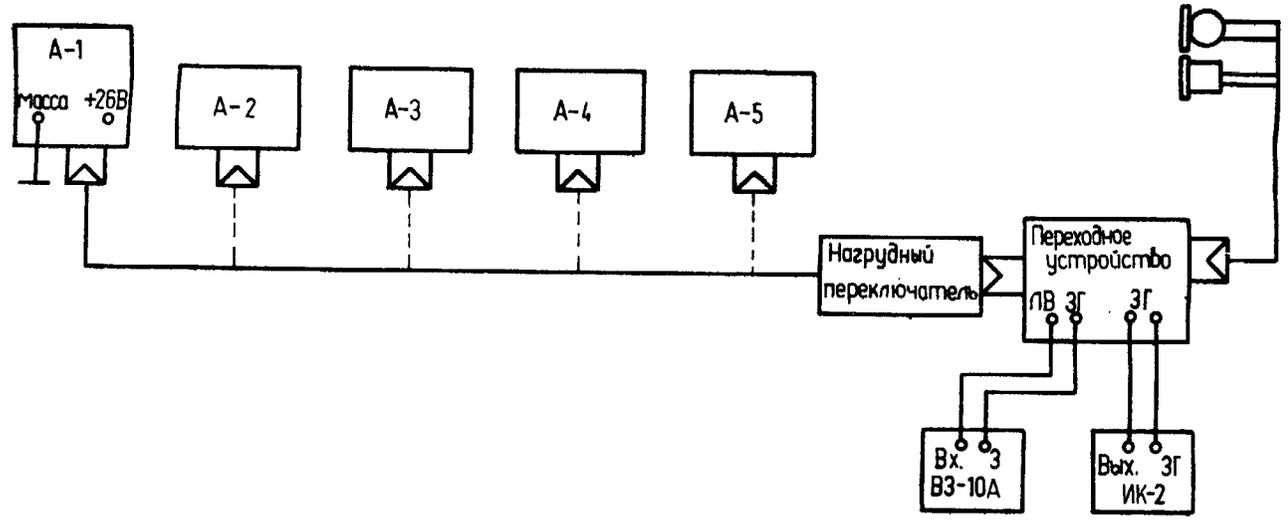

Рис. 11. Схема измерения напряжения на выходе усилительного тракта переговорного устройства Р-124
- соберите схему измерений (рис. 11);